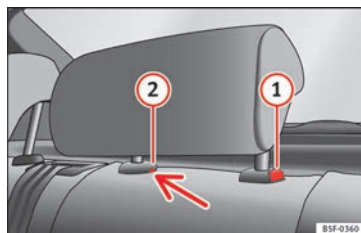

Fig. 155 Apoyacabezas trasero central: punto de desbloqueo.
- Para ajustar el apoyacabezas a una altura menor, pulse la tecla » » » fig. 155 ① y desplácelo hacia abajo.